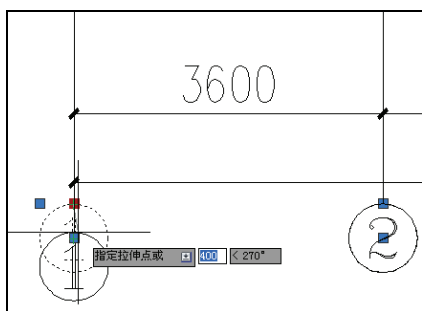

图 2-85 向下拖动鼠标
3) 选中夹点后，按住鼠标左键不放，向下拖动鼠标，如图 2-85 所示。